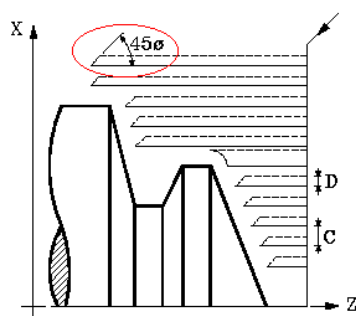

Figura 1
- *Figura 1:* Cuando D es diferente a 0, la herramienta se retira a 45° hasta alcanzar la distancia de seguridad indicada.